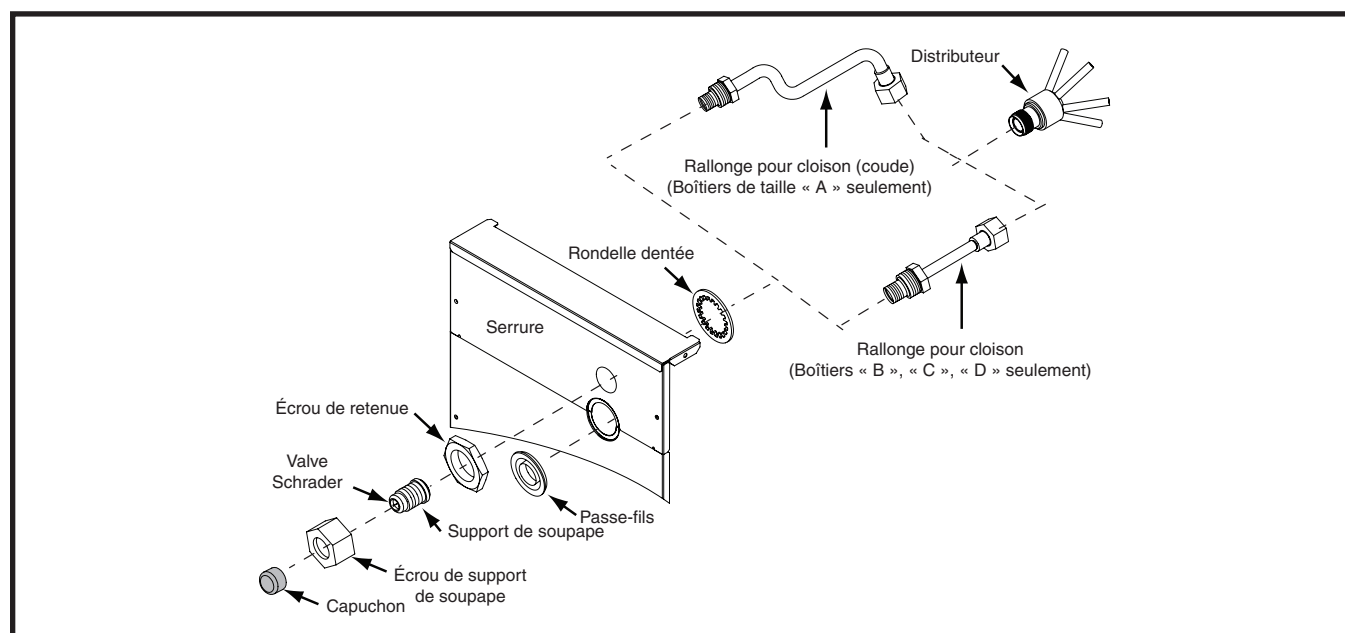

Figure 4. Ensemble du serpentín C6 tel qu'expédié
1. Retirez le capuchon (Figure 4, page 4) du support de soupape.
- Retirez l'écrou de retenue qui fixe la rallonge pour cloison courbée ou droite au boîtier (voyez la Figure 4). Conservez l'écrou de retenue pour une utilisation future.